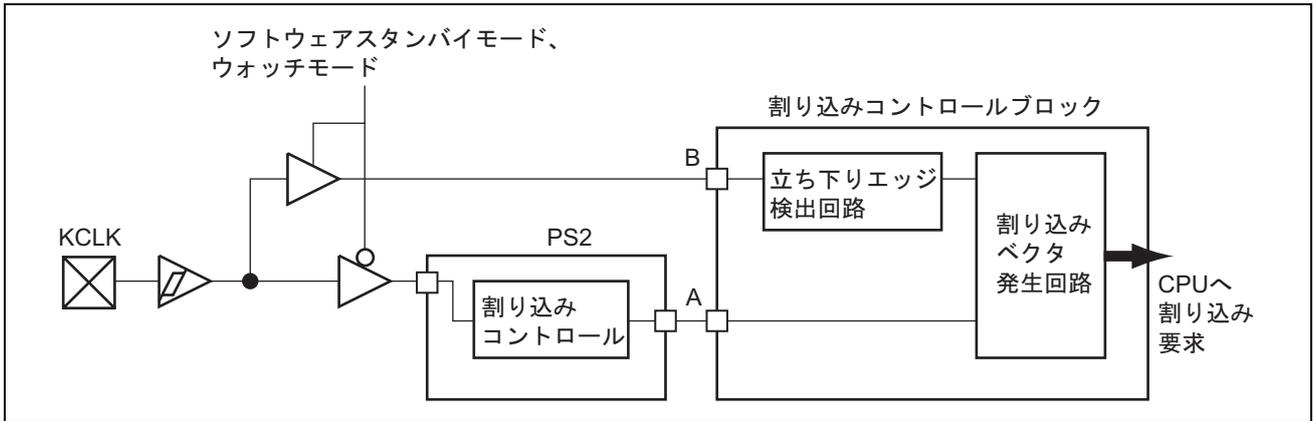

図 19.16 1st KCLK 割り込み経路図
- 1st KCLKの割り込みは、通常の実行時とソフトウェアスタンバイモード、ウォッチモード時の割り込み経路およびフラグのセットが異なります。1st KCLKの割り込み経路の概略を図19.16に示します。